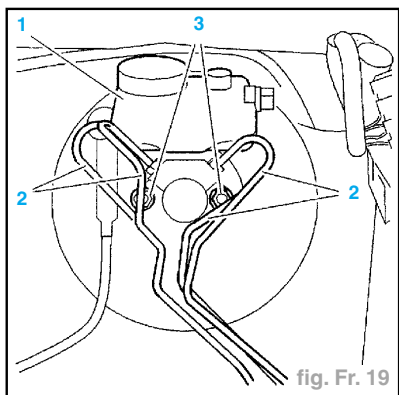

fig. Fr. 19
- Vidanger et déposer le réservoir de liquide de frein (1) (fig. Fr. 19) :
- Désaccoupler les tuyaux de freins (2).
- les 2 écrous (3),